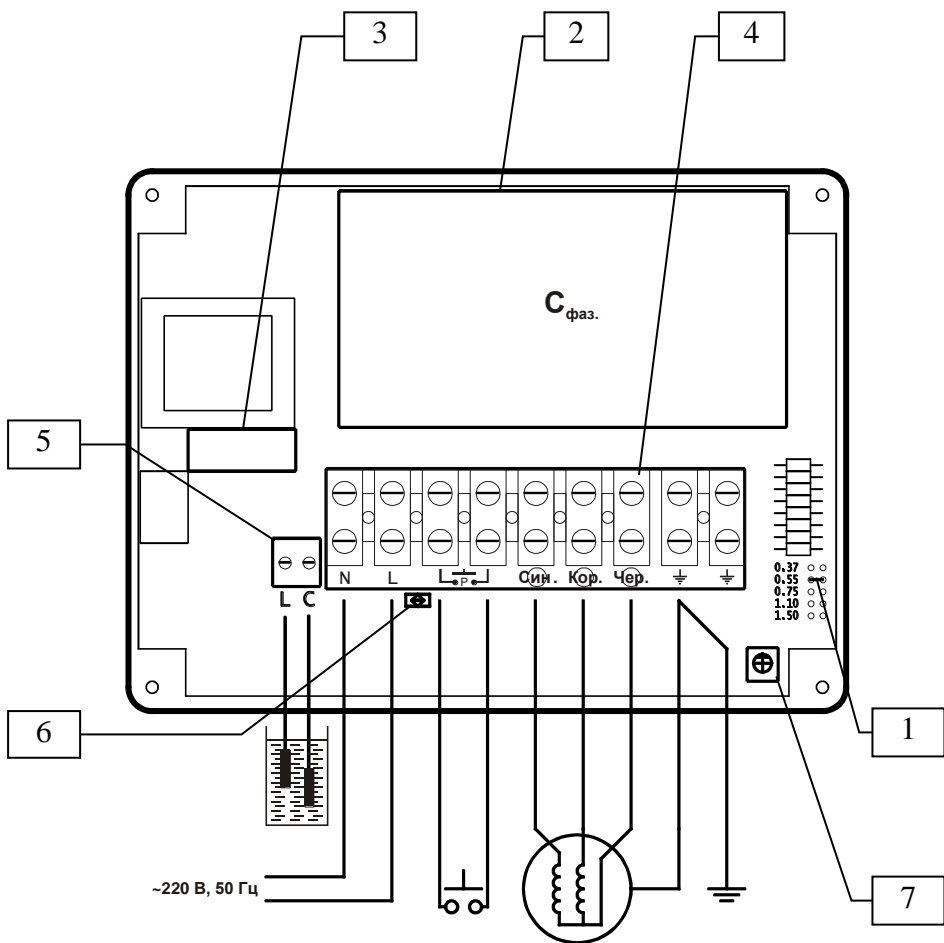

Рис. 2 Внутренний вид прибора
4.2 Внутренний вид прибора управления (рис. 2)
- **защита насоса от работы в режиме «сухого хода» электронным способом:** прибор электронным способом отслеживает режим «сухого хода» насоса. Настройка защитного отключения насоса от работы в режиме «сухого хода» осуществляется потенциометром, расположенном внутри прибора (рис. 2, поз. 7). При фиксировании прибором режима «сухого хода» в течение 5 сек. происходит защитное отключение насоса.
5.3 Электрическое подключение (рис. 2)
- мощность подключаемого насоса/двигателя должна соответствовать типу исполнения прибора, определяемому переключателем мощности (рис.2, поз.5) и фазосдвигающим конденсатором - $C_{\text{фаз}}$. (рис.2, поз.2):
- клеммная колодка (рис. 2, поз. 4) подключается в следующем порядке:
- клеммы для подключения погружных измерительных электродов **L** и **C** (рис.2, поз.5) подключаются следующим образом:
- если индикатор режима неисправностей будет продолжать мигать по истечении 5 минут, то увеличьте чувствительность системы электродов путем удаления перемычки (рис.2, поз.6) и произведите повторную проверку;
- если система не настраивается после удаления перемычки (рис.2, поз.6), воспользуйтесь советами из Таблицы 1:
- при выключенном приборе при помощи изолированной крестовой отвертки № 1 или шлицевой отвертки шириной до 2,5 мм установить потенциометр регулировки защитного отключения (рис. 2, поз. 7) в положение «min» (крайнее положение при вращении против часовой стрелки). **Внимание! Не прикладывать чрезмерного усилия при вращении!**
8.1 Если насос не включается проверьте правильность подсоединения к питающей электросети и исправность предохранителя прибора управления (рис.2, поз. 3.)